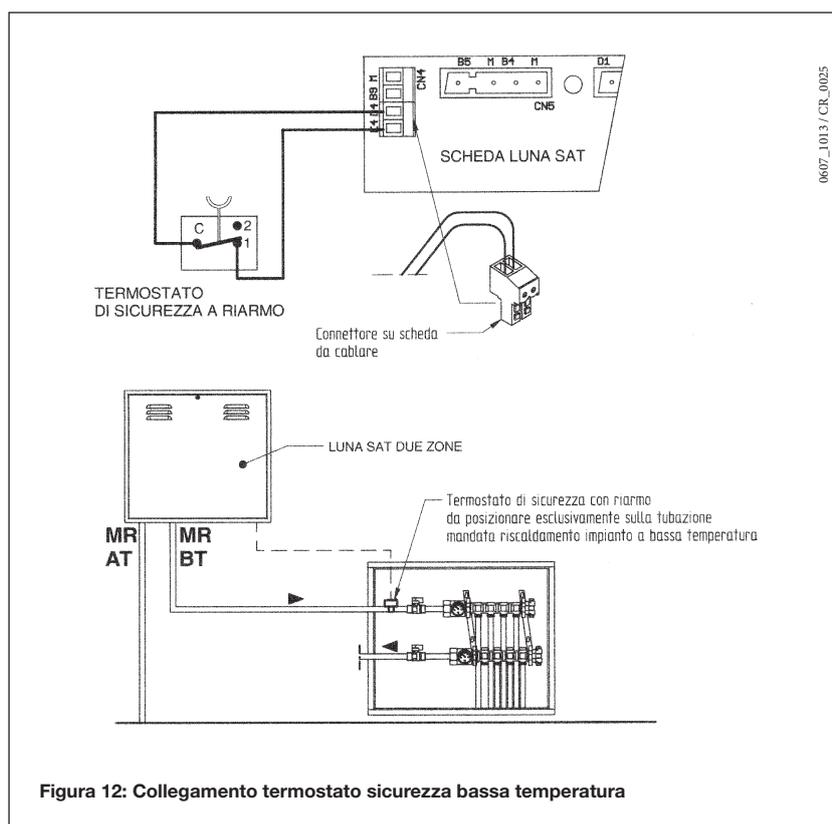

Figura 12: Collegamento termostato sicurezza bassa temperatura
- Togliere il ponticello presente sui morsetti (CN4: E4 - D4) della scheda elettronica (si veda schema elettrico del § 11 e Figura 12).